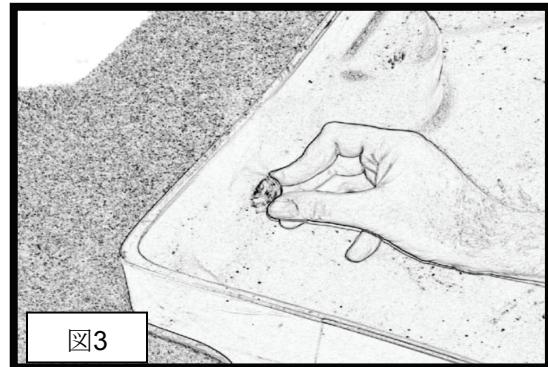
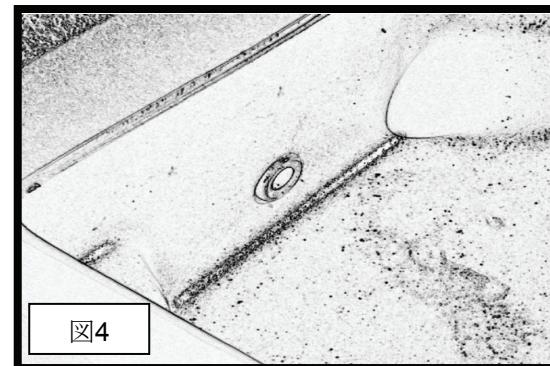

図3
図4
3) ドリルで開けた穴にゴム製グロメットを差し込みます（図3参照）。ドライバーの先とパテナイフでグロメットの縁を押さえながら穴に入れます。アキュムレーションセンターの両側からグロメットを入れます。正しくはめ込まれた状態のグロメットは図4のようになります。反対のアキュムレーションセンターでもステップ3を繰り返します。